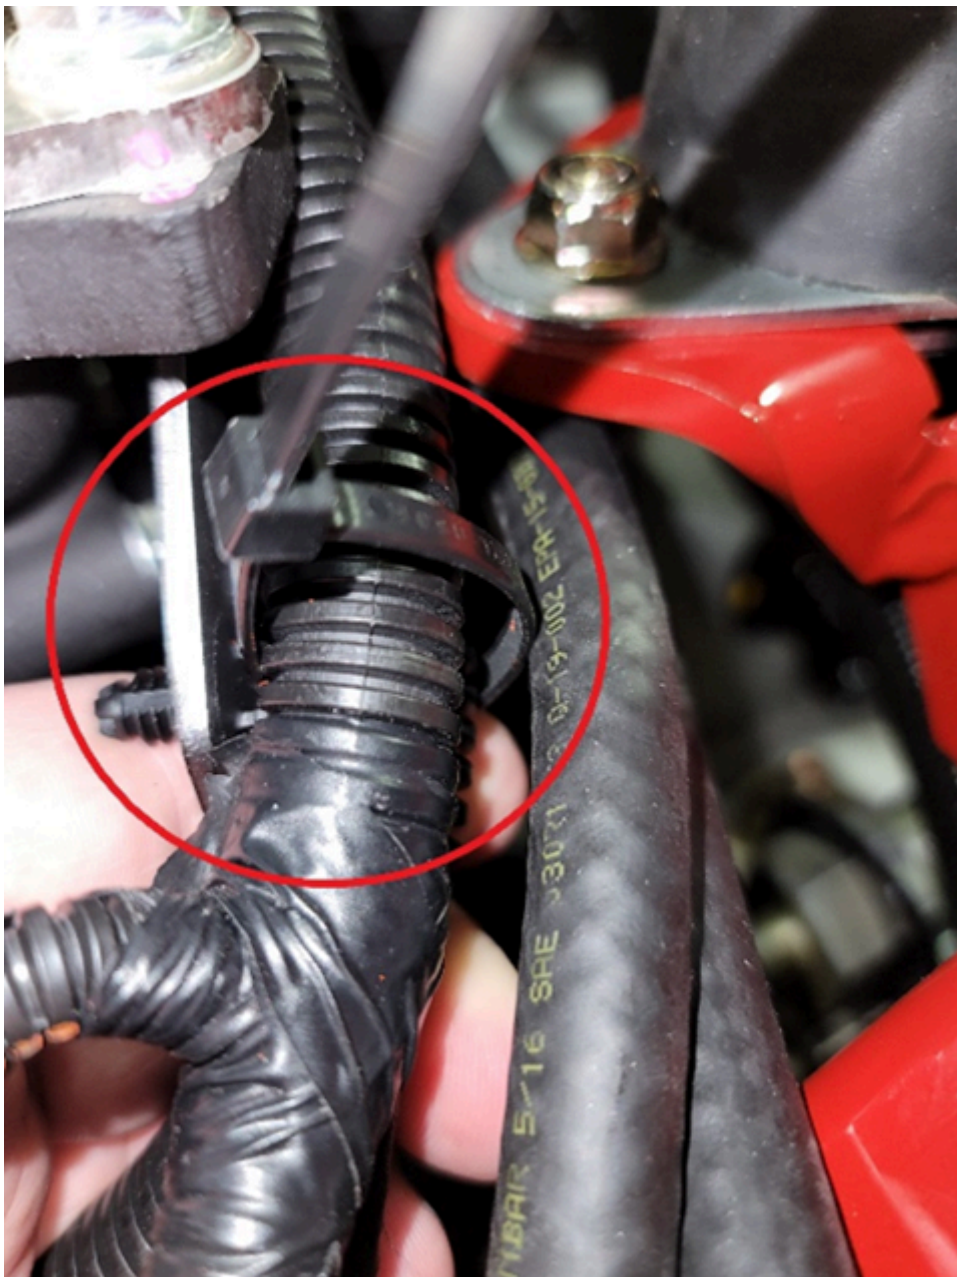

Рисунок 7
10. Закрепите оба жгута проводов на длинном конце кронштейна с помощью одной кабельной стяжки, после чего отрежьте избыточную часть кабельной стяжки (Рисунок 7).